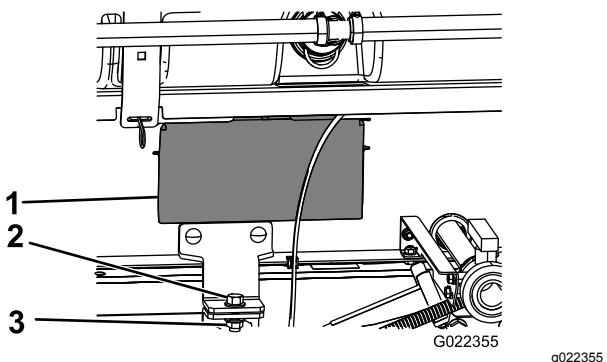

Figura 13
12. Usate gli sportellini di accesso su entrambi i lati del telaio di supporto del serbatoio per controllare flessibili e cablaggio (Figura 13).
15. Fissate il gruppo del telaio di supporto del serbatoio al telaio con un bullone ($\frac{1}{2}$ " x $1\frac{1}{2}$ ") e un dado di bloccaggio ($\frac{1}{2}"), come illustrato in Figura 13.$